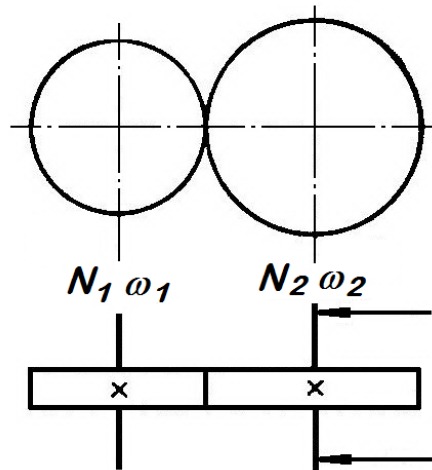

Рис. 6
2. Рассчитать цилиндрическую фрикционную передачу (рис.6). Передаваемая ведущим колесом мощность  $N_1$ , угловая скорость этого колеса  $\omega_1$  и угловая скорость ведомого колеса  $\omega_2$  приведены в табл. 5.